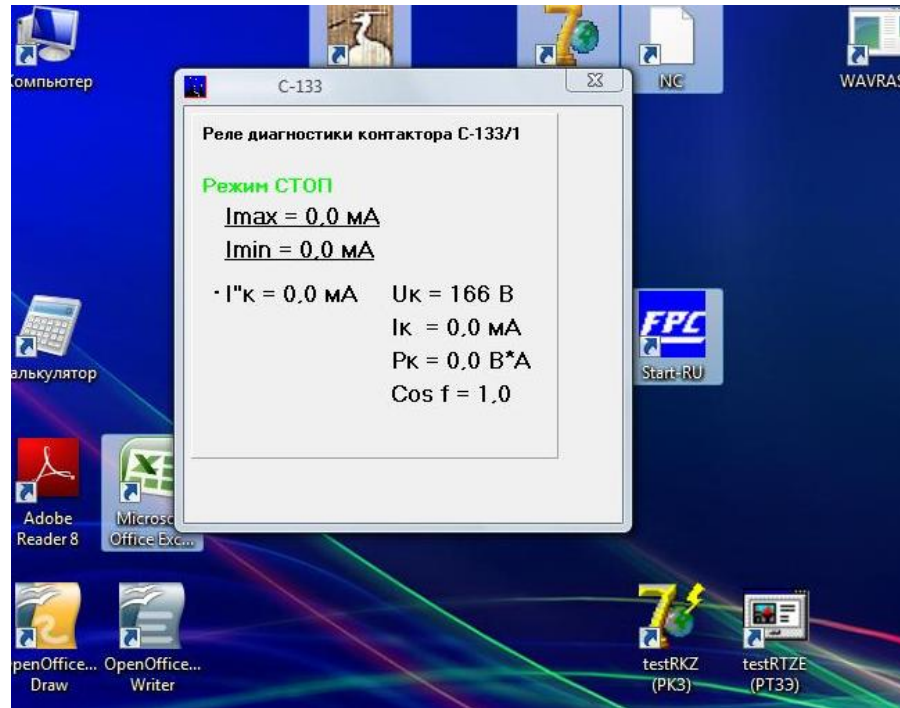

Рисунок 4 – окно программы с отображением значений уставок СМАРТРЕЛЕ C-133
- 2 - В открывшемся окне программы (рис.4) отображаются значение приведенного тока **I^к** в цепи катушки контактора и значения уставок **I_{max}** и **I_{min}**